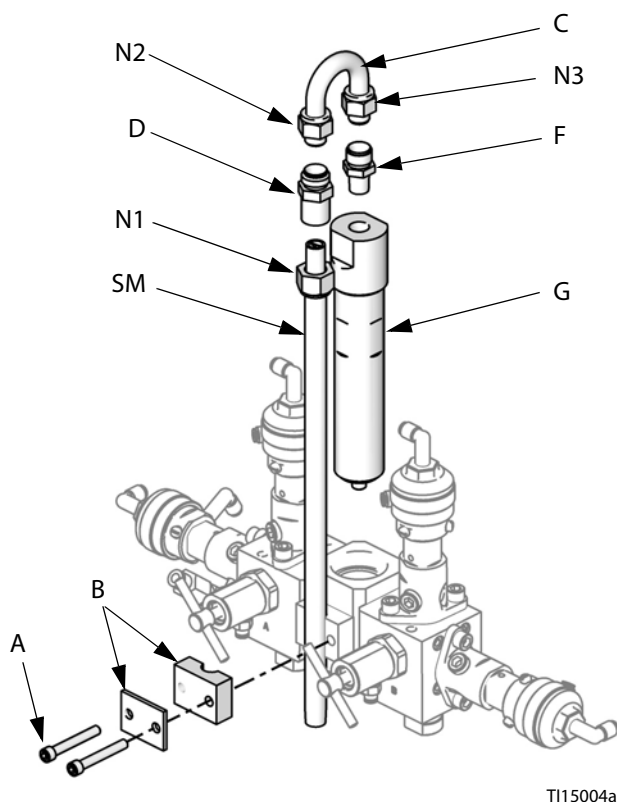

Рис. 8. Демонтаж интегратора и статического смесителя
1. Выкрутите винты (A) и снимите кронштейн статического смесителя (B) в сборе. См. Рис. 8.
2. Ослабьте гайку статического смесителя (N1). Снимите и сохраните статический смеситель (SM).
3. Ослабьте гайки сифонной трубы (N2 и N3). Утилизируйте сифонную трубу (C) и фитинг статического смесителя (D).
4. Снимите и сохраните фитинг (F) с внутренней резьбой 1/4 npt(f). Снимите и утилизируйте интегратор (G).